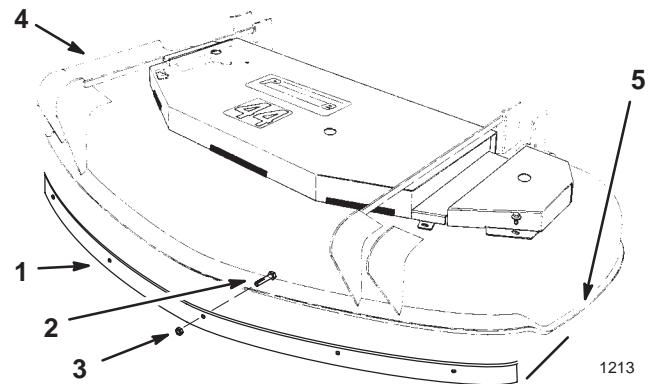

**Bild 3**
1. Positionieren Sie die rechte Seite des Ablenkers an der Innenseite des Schneidwerks, so dass er sich 26 mm nach innen und 13 mm tiefer als die seitliche Auswurföffnung des Schneidwerks befindet (Bild 3).